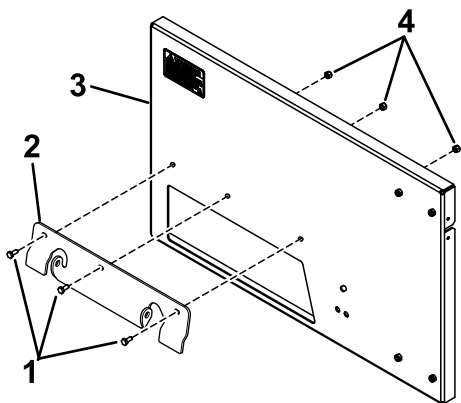

Figura 2
2. Montate la piastra di montaggio sulla contropiastra con 3 bulloni ($\frac{1}{4}$ " x $\frac{5}{8}$ " e 3 dadi di bloccaggio ($\frac{1}{4}$ "); Figura 2.